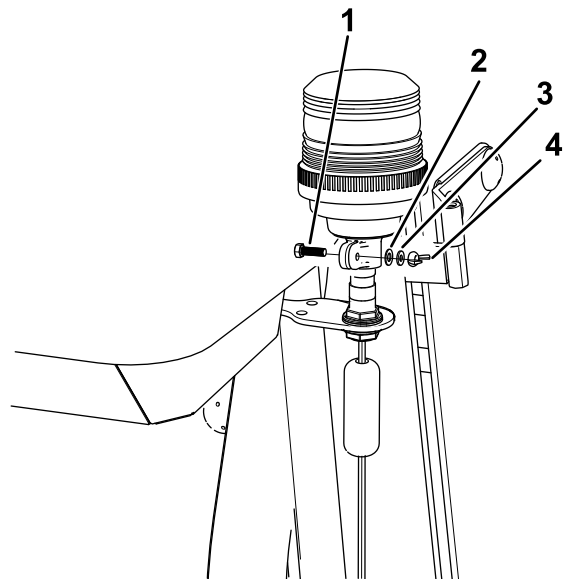

Figura 19
- Apriete la tuerca de orejeta de la abrazadera (Figura 19).